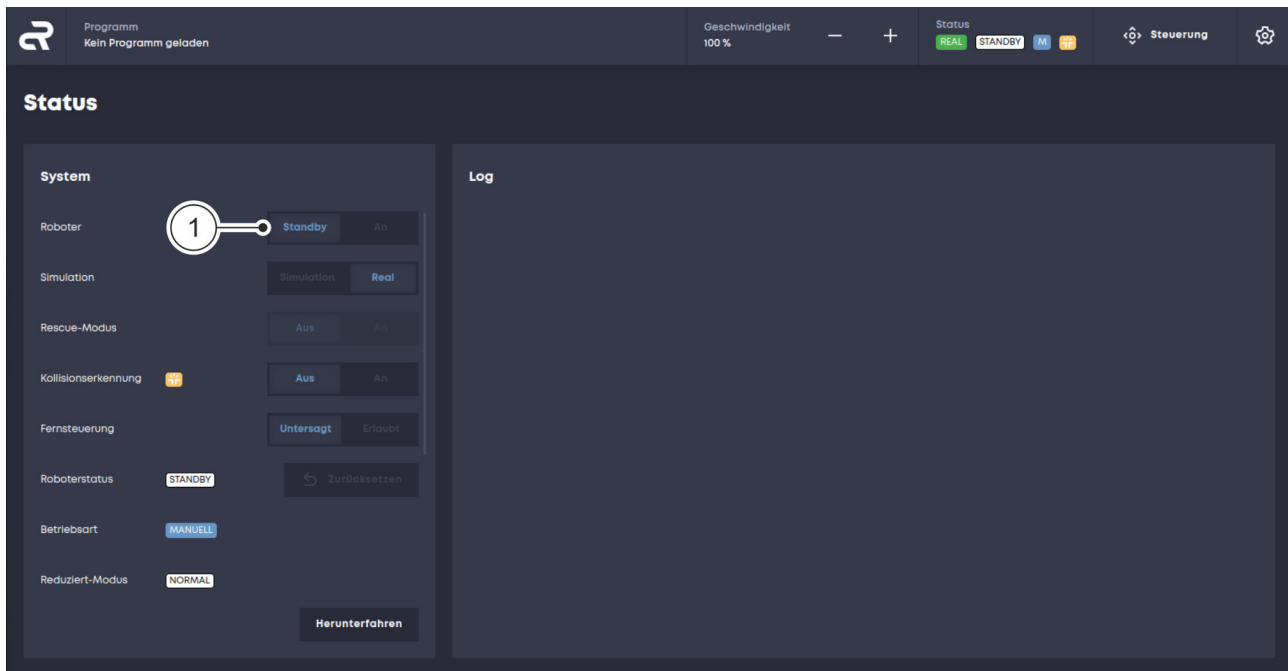

Abb. 18 Standby-Modus einstellen
02. Im Menü „Status“ auf die Schaltfläche „Standby“ klicken Abb. 18/
①.